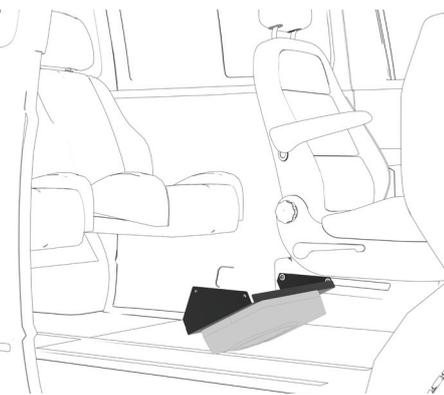

Bild 1
**Achten Sie auf die Position des Halters wie in Bild 1 abgebildet. Die Membranfläche des Subwoofers muss nach vorne zeigen, Richtung Armaturenbrett!**